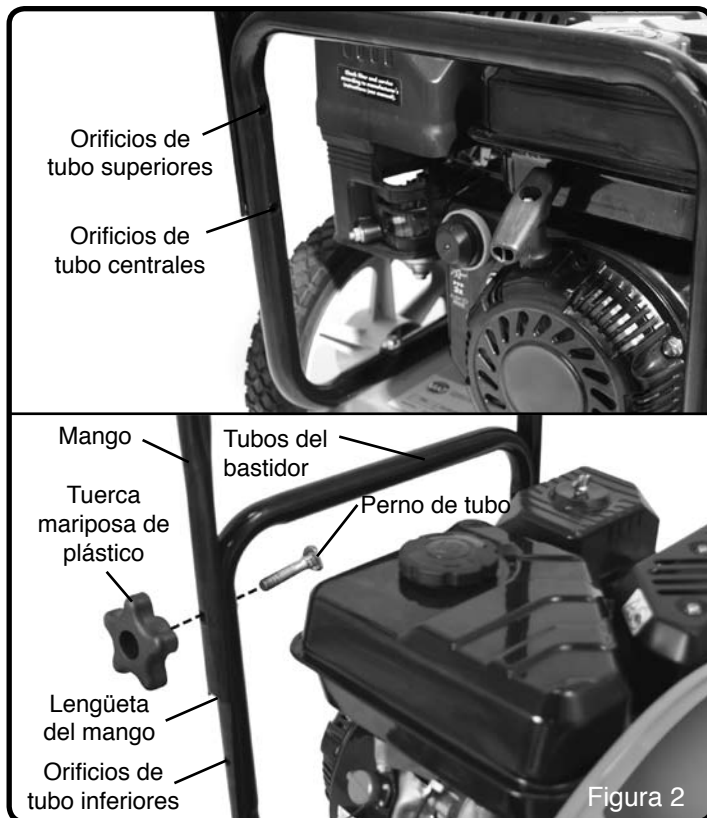

Figura 2
NOTA: El mango puede colocarse en dos posiciones – una posición alta y una posición baja. (Consulte la figura 2)
1. Monte las lengüetas del mango en los orificios situados en la parte inferior de los tubos del bastidor. Use los orificios inferiores para la posición baja del mango. Use los orificios centrales para la posición alta del mango. (Consulte la figura 2)
2. Fije el mango al tubo del bastidor con los (2) pernos de tubo y las (2) tuercas mariposa de plástico. Apriete firmemente a mano las tuercas mariposa. (Consulte la figura 2)